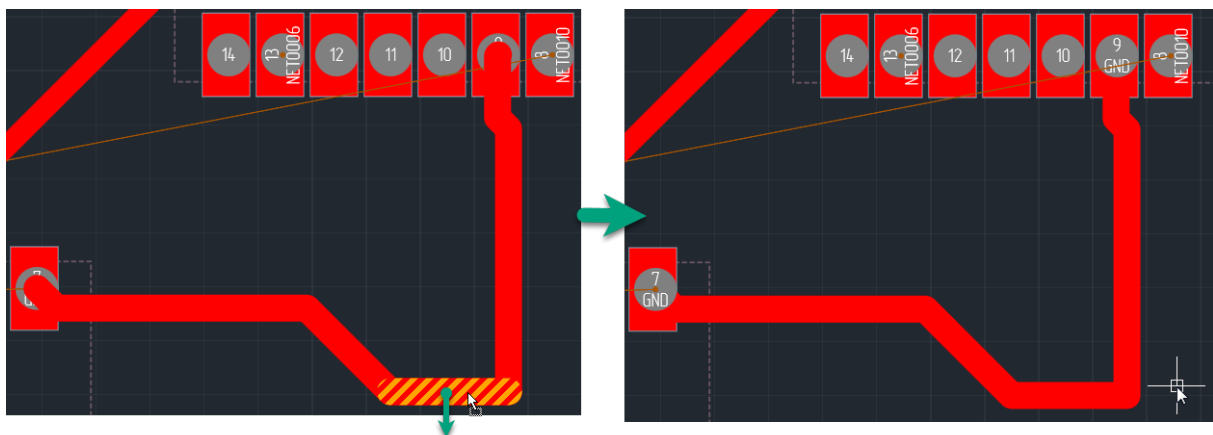

Рис. 201 Перемещение сегмента трека
2. Нажать левую кнопку мыши, и, удерживая ее, переместить сегмент. Перемещение сегмента определяется перемещением курсора, см. Рис. 201.